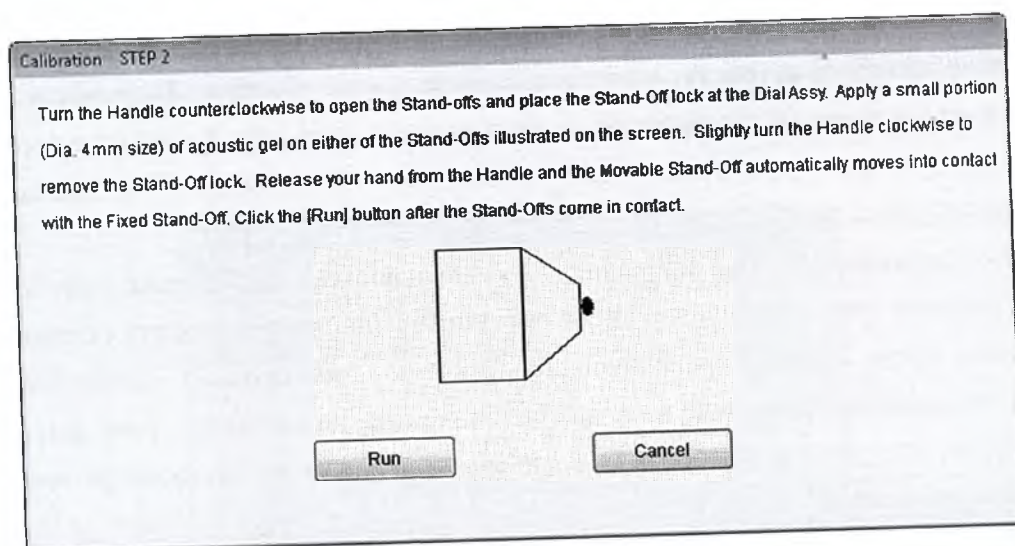

Рис. 10-4
6. Система автоматически обеспечивает необходимые данные, затем на экране появится надпись, показанная на рисунке Рис. 10-4.